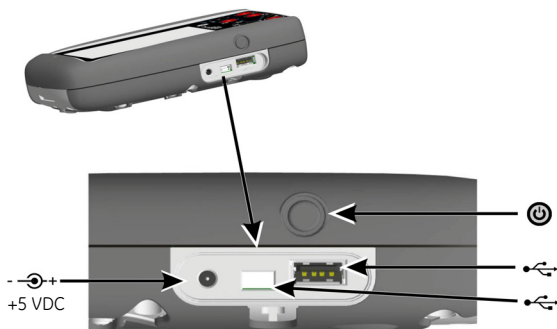

Fig. 2, set fra siden
1. Tilslut DC-strømforsyningen/batteriopladeren til +5 V_{DC}-tilslutningen på siden af enheden (ref: fig. 2, set fra siden).
2. Batteriet kan også oplades ved hjælp af USB-forbindelserne (ref: fig. 2, set fra siden).
Fra OFF – tryk på afbryderknappen (ref: fig. 2, set fra siden), indtil betjeningspanelet vises.